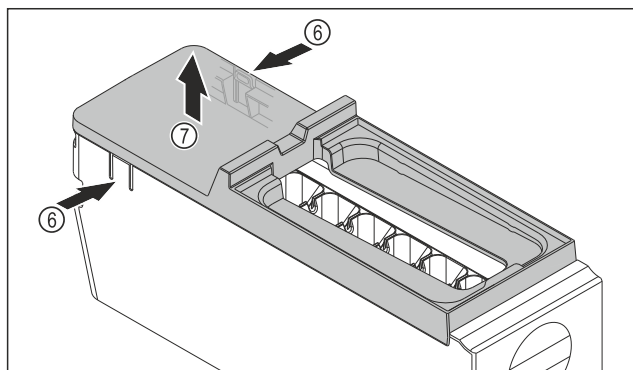

Fig. 144
- Rimuovere la copertura del corpo dell'EasyTwist-Ice: Con una mano, premere le linguette Fig. 144 (6) su entrambi i lati del corpo dell'EasyTwist-Ice.
- Con l'altra mano, estrarre verso l'alto la copertura Fig. 144 (7).